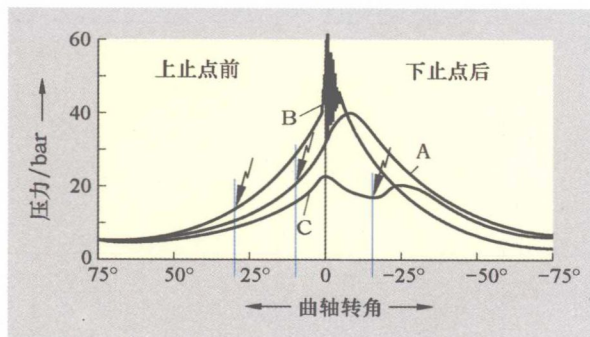

图 1-5 3 个不同点火时刻的压力曲线图
5. 图 1-5 所示为与 3 个不同点火时刻相对应的不同压力曲线图。请把各自的点火时刻填入表 1-8 中, 并叙述其影响。
6. 在图 1-5 中画出符合规定的发动工作的最大活塞压力区。